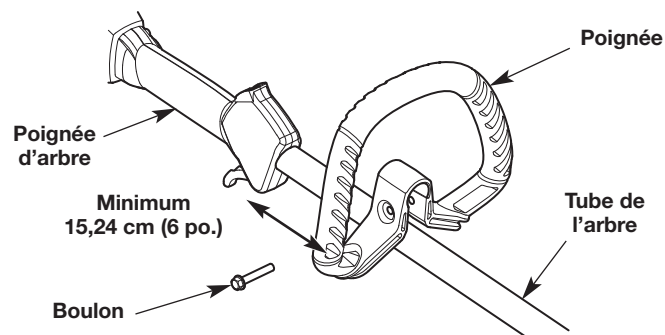

Fig. 2
1. Poussez la poignée sur le tube de l'arbre (Fig. 2). Le trou dans la poignée destiné au boulon doit être orienté vers la droite.
2. Insérez le boulon dans son trou et poussez-le à travers (Fig. 2). Vissez le boulon avec une douille de 9,50 mm (3/8 po), mais sans le serrer complètement.
3. Tout en tenant l'appareil en position d'utilisation (Fig. 9), déplacez la poignée à la hauteur vous assurant la meilleure prise en main. Placez-la à 15,24 cm (6 po.) au moins de l'extrémité de la poignée d'arbre (Fig. 2).
1. Desserrez le boulon avec une douille de 9,50 mm (3/8 po) (Fig. 2).
2. Tout en tenant l'appareil en position d'utilisation (Fig. 9), déplacez la poignée à la hauteur vous assurant la meilleure prise en main. Placez-la à 15,24 cm (6 po.) au moins de l'extrémité de la poignée d'arbre (Fig. 2).